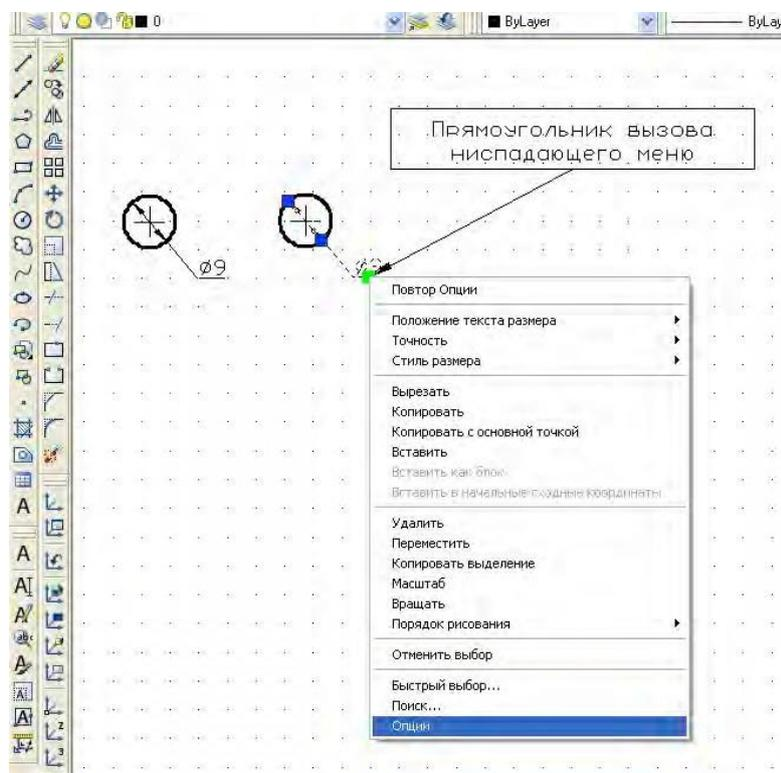

Рис. 6.1
- нажав правой кнопкой мыши на появившийся прямоугольник вызова ниспадающего меню, в котором выбрать раздел «**Properties**» «**Опции**» (рис. 6.1);